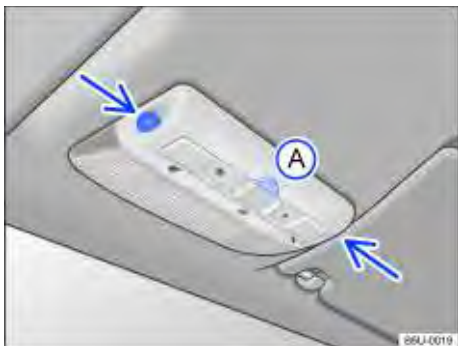

Fig. 29 No console do teto: sensores de monitoramento do interior do veículo e tecla (A) para desligar o monitoramento do interior do veículo.
O monitoramento do interior do veículo dispara o alarme com o veículo travado, se reconhecer movimentos no interior do veículo. O sensor e o receptor estão localizados no conjunto da lanterna de leitura ⇒ Fig. 29 (setas).
- Pressionar a tecla ⇒ Fig. 29(A). No painel de instrumentos, a luz de controle  permanecerá acesa.